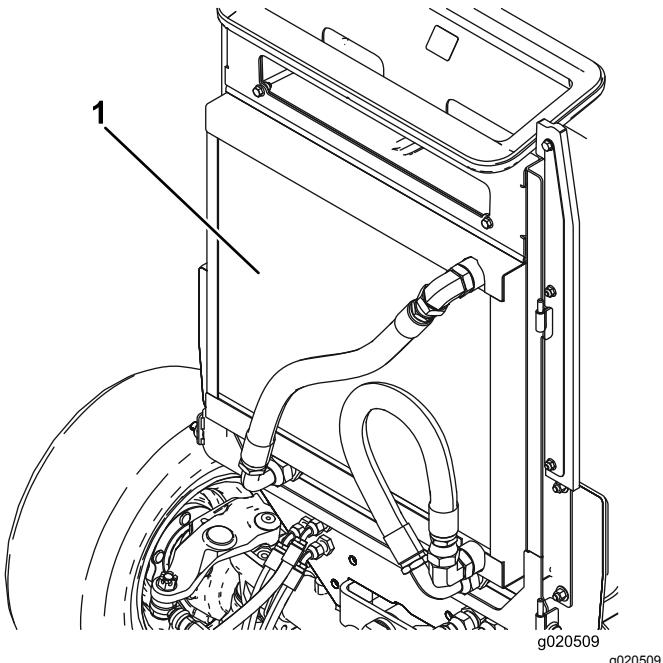

Bild 77
4. Reinigen Sie beide Seiten des Ölkühler- und des Kühlerbereichs (Bild 77) gründlich mit Druckluft. Blasen Sie Rückstände von vorne nach hinten heraus. Reinigen Sie dann von hinten und blasen Sie nach vorne. Wiederholen Sie diesen Vorgang mehrmals, bis alle Rückstände entfernt sind.